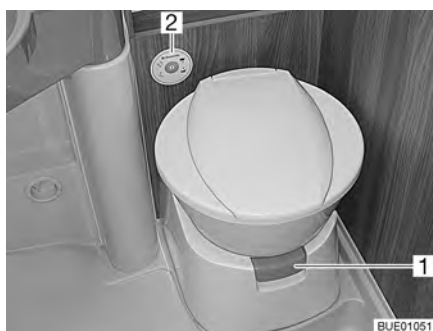
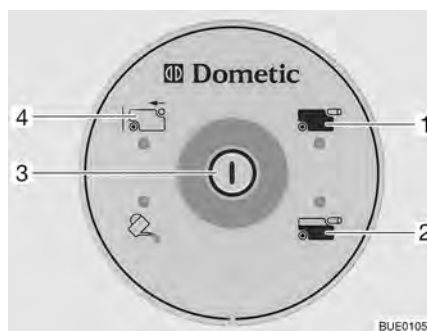

Fig. 243 Tazza del WC con centralina di controllo e di comando
Fig. 244 Centralina di controllo e di comando della toilette
Prima di utilizzare la toilette far scorrere un po' d'acqua nella tazza del WC. Premere il pulsante acqua di scarico (Fig. 244,3) sulla centralina di controllo e di comando (Fig. 243,2).
- Prima di tirare l'acqua, aprire il cursore della toilette. Sfilare la leva del cursore (Fig. 243,1).
- Per sciacquare premere il pulsante (Fig. 244,3).
La spia di controllo (Fig. 244,2) è accesa se il serbatoio fecale è pieno a 3/4. La spia di controllo (Fig. 244,1) si accende quando il serbatoio fecale deve essere svuotato.
- Premere verso l'interno la leva del cursore (Fig. 243,1). Il cursore viene chiuso. Per svuotare il cursore della toilette **deve** essere chiuso.
- Inclinare leggermente il serbatoio fecale e quindi sfilarlo completamente. Sulla centralina di controllo e di comando si accende l'indicatore "Serbatoio fecale estratto" (Fig. 244,4).